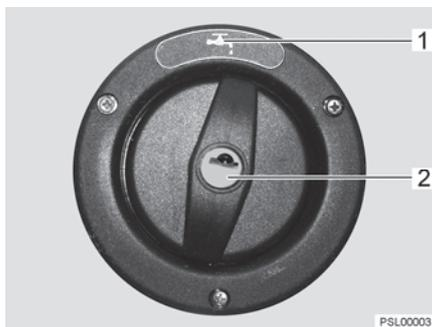

Fig. 104 Couvercle de fermeture pour bec de remplissage d'eau potable
Le bec de remplissage d'eau potable est désigné par le symbole "🚰" (Fig. 104,1). Le couvercle de fermeture est ouvert et verrouillé à l'aide de la clé pour les serrures extérieures.
- Insérer la clé dans le barillet (Fig. 104,2) et la tourner d'un quart de tour dans le sens inverse des aiguilles d'une montre.
- Ouvrir le bec de remplissage d'eau potable (Fig. 104).